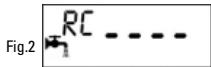

Fig.2
- Fig.2: reserva agotada, regeneración inmediata o retardada según el ajuste.